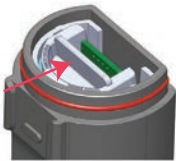

Figura 2: Desbloquear
4. Para insertar la placa de las pilas, alinee las pequeñas pestañas en las acanaladuras guía de la carcasa. Consulte la Figura 2.